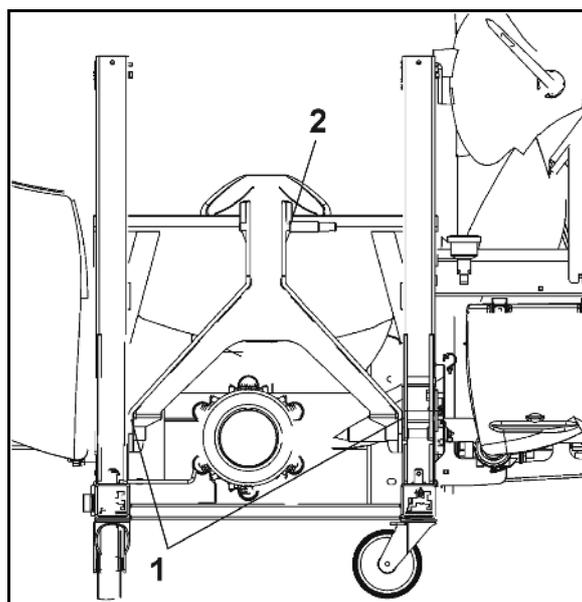

Fig. 36
- le tourillon (Fig. 36/1)
- l'axe de tirant supérieur (Fig. 36/2)